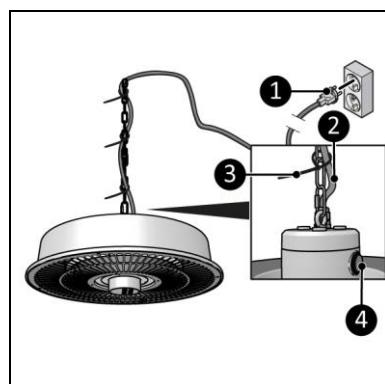

Abbildung 9
2. Stellen Sie sicher, dass sich der EIN/AUS-Schalter in der AUS-Position befindet (Abbildung 9, Pos. 4).).
3. Platzieren Sie das Stromkabel (Abbildung 9, Pos.2) mit Kabelbindern (Abbildung 9, Pos. 3) entlang der Aufhängekette.
4. Stecken Sie den Netzstecker (Abbildung 9, Pos. 1) in eine leicht zugängliche geerdete Steckdose. Verwenden Sie eine geerdete Steckdose mit einer Mindestleistung von 1500 Watt.
1. Stellen Sie den EIN/AUS-Schalter auf EIN (Abbildung 9, Pos. 4).).
1. Stellen Sie sicher, dass sich der EIN/AUS-Schalter in der AUS-Position befindet (Abbildung 9, Pos. 4).).
2. Ziehen Sie den Netzstecker aus der Steckdose (Abbildung 9, Pos. 1).).